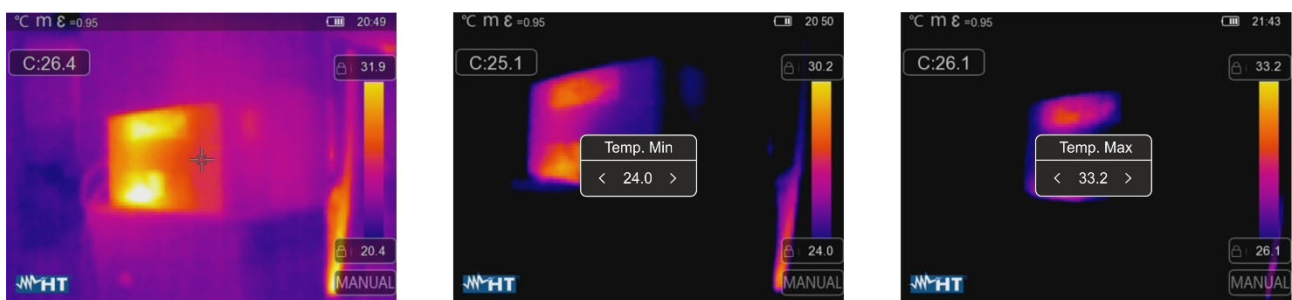

Abb. 45: Einstellung des Manuellen Modus
3. Berühren Sie das Symbol "🔒" am unteren Rand des Balkens und stellen Sie mit den Pfeiltasten < oder > den Wert der Mindesttemperatur ein, die dem niedrigen Niveau des Balkens in Schritten von 0,1 °C zugeordnet ist (siehe Abb. 45 - mittlerer Teil)
5. Berühren Sie das Symbol "🔒" am oberen Rand des Balkens und stellen Sie mit den Pfeiltasten <oder> den Wert der Maximaltemperatur, der dem obersten Niveau des Balkens zugeordnet ist, in Schritten von 0,1 °C ein (siehe Abb. 45 - rechte Seite)